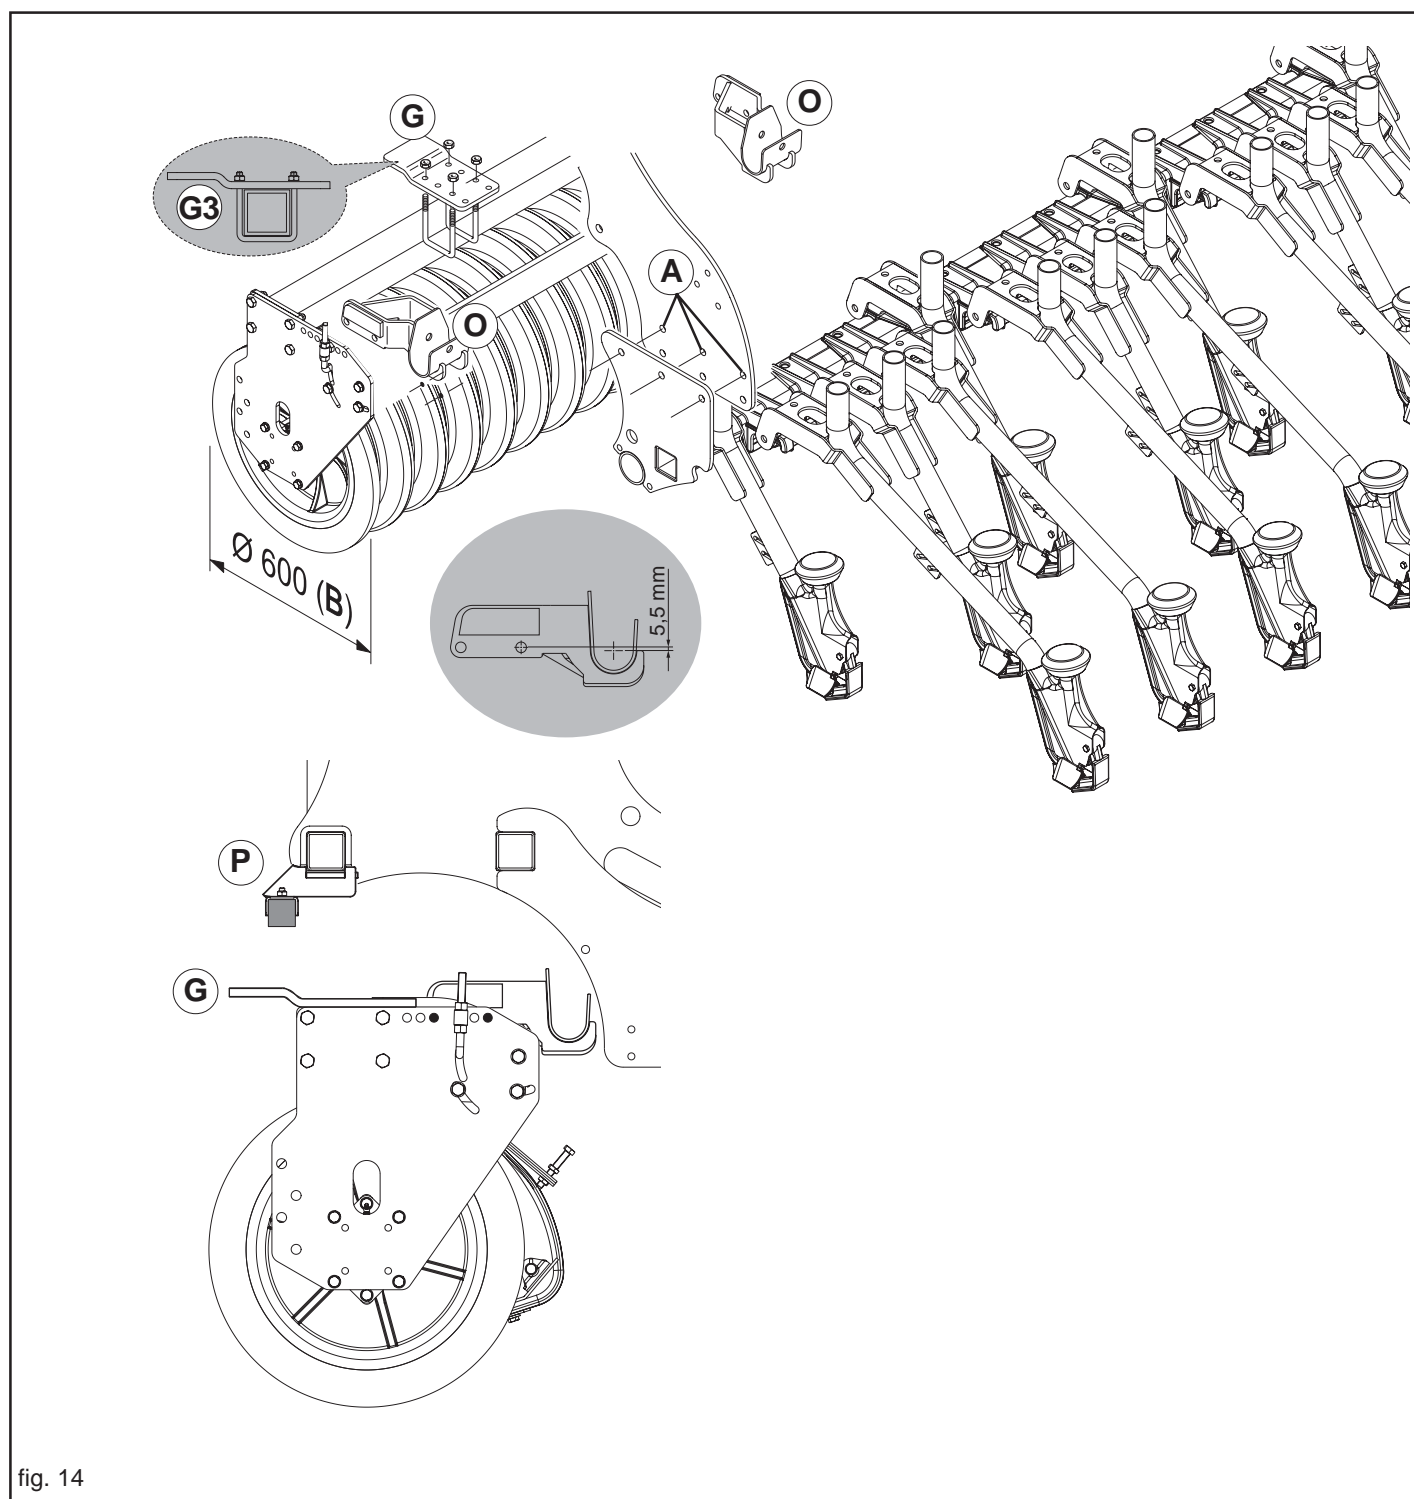

fig. 14
- Nr. 2 supporti (O, Fig. 14).
- Nr. 2 supporti (P, Fig. 14).
- 1) Posizione della barra di semina A (Fig. 14)
- Montare i due supporti seminatrice (O, Fig. 14) sulle fiancate del rullo posteriore dell'erpice rotante come indicato in Figura 14.
- In corrispondenza dei supporti (P, Fig. 14), montare le piastre di appoggio (G) come indicato in Figura 14. Fare attenzione al corretto montaggio della piastra (G3).